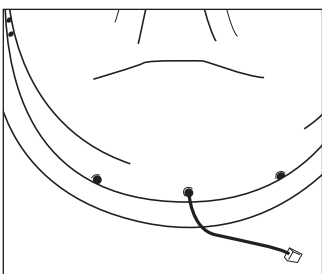

Figure 10
5. Faites passer le fil de l'ensemble des piles par le trou central (figure 10).